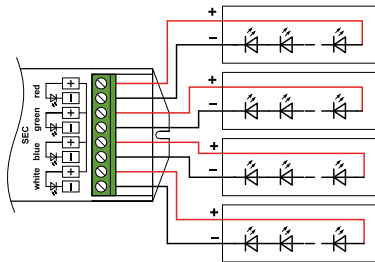

Рис. 3. Подключение одноцветных светильников.
- 3.3. Согласно используемой схеме (Рис. 1 – Рис. 3), подключите светодиоды или другой совместимый светодиодный источник света к выходу SEC контроллера. Соблюдайте полярность и порядок подключения проводов к клеммам.